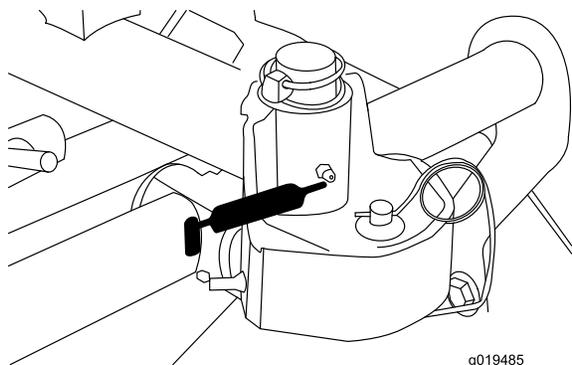

Figura 41
- Estrutura de suporte e articulação da unidade de corte (2 de cada) (Figura 41).